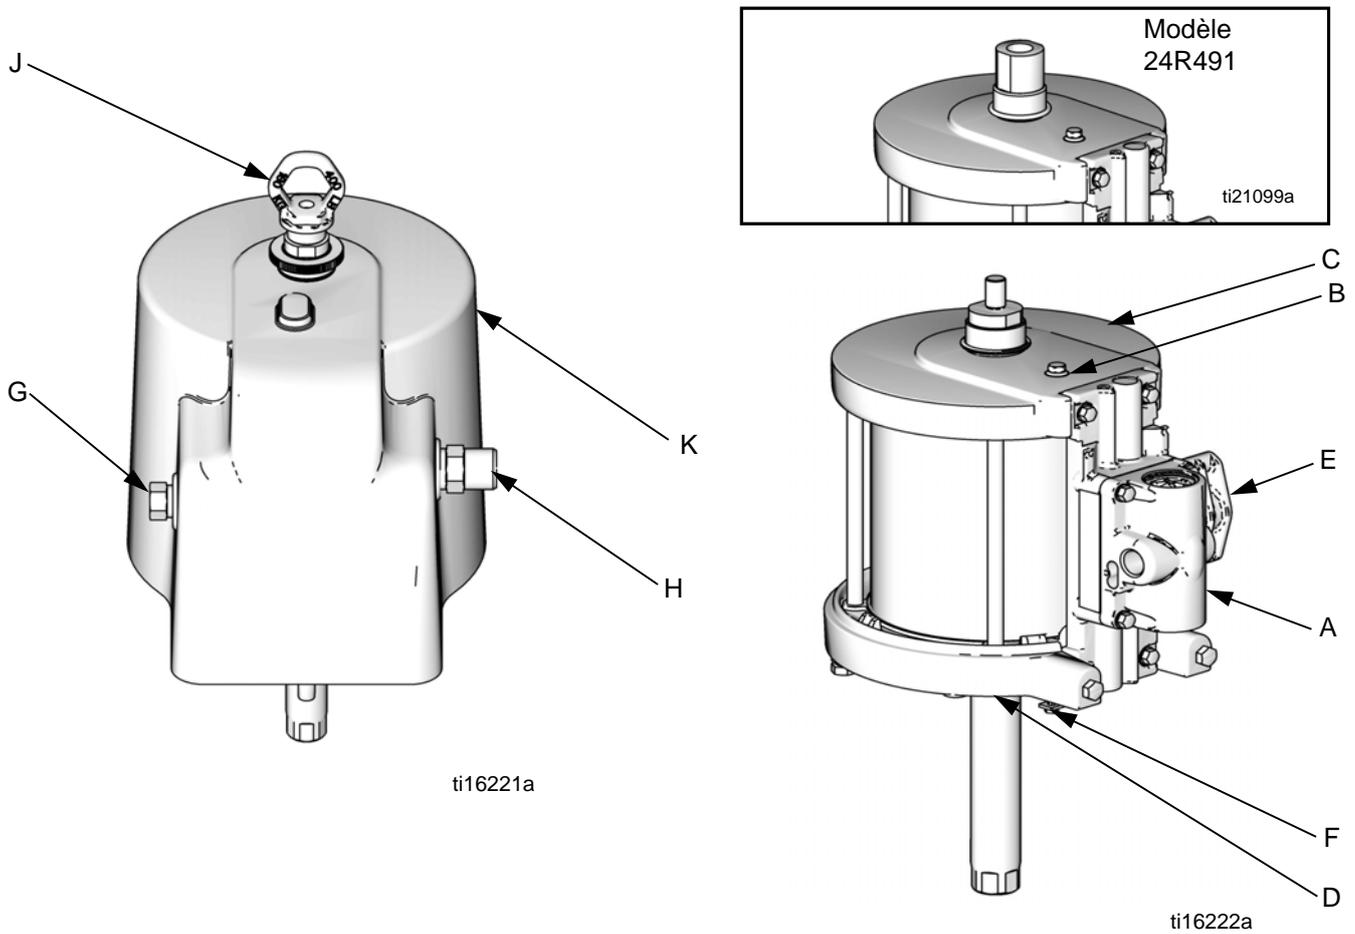

FIG. 1. Composants du moteur pneumatique SaniForce
Consultez la section FIG. 1. Branchez un fil de terre (Graco réf. 238909) avec la vis de terre (12) sur le couvercle inférieur du moteur pneumatique, sous la protection. Raccordez l'autre extrémité du fil de mise à la terre à une véritable prise de terre.